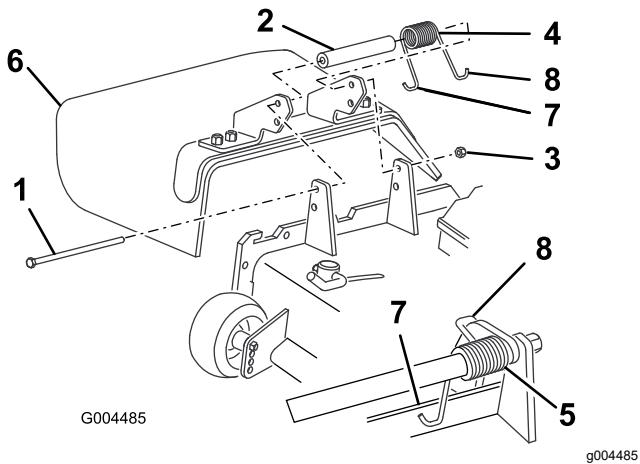

图 27
2. 卸下将折流板固定到枢轴支架的锁紧螺母、螺栓、弹簧和隔片图 27。拆下损坏或磨损的草折流板。
3. 将隔片和弹簧放在更换草折流板支架中间图 27。将弹簧左侧 J 型吊钩端放在滚刀组边缘的后面。
**注意** 确保弹簧的左侧吊钩端安装在滚刀组边缘的后面然后按图 27 所示安装螺栓。
4. 安装螺栓和螺母。将弹簧右侧吊钩端放在草折流板旁边图 27。